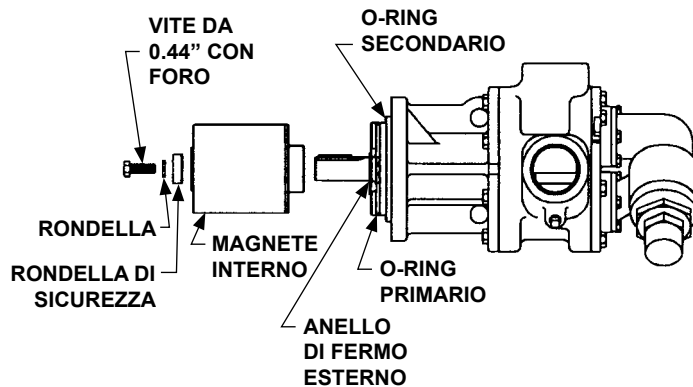

FIGURA 11
4. Inserire una barra di ottone, attraverso una connessione, tra i denti del rotore ed allentare i bulloni che stringono il magnete interno all'albero (Vedere Figura 11). Far scivolare fuori dall'albero la rondella, la rondella di sicurezza ed il magnete interno. Non dimenticare che questo è un magnete molto potente. Se è necessario smontare la pompa, rimuovere l'anello di bloccaggio esterno.